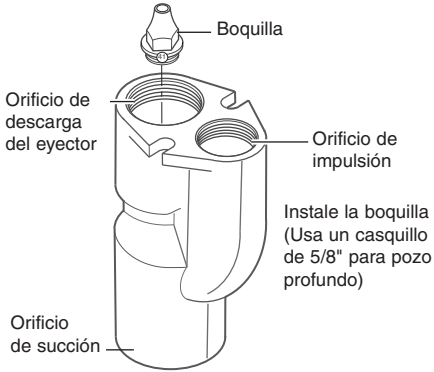

Figura 3
- Si está cambiando las boquillas, use un casquillo de 5/8" para pozos profundos para sacar la boquilla e instalar la nueva en la parte superior (toma doble) del cuerpo del eyector (consulte la Figura 3). La boquilla se atornilla en el tercer juego de roscas visible dentro de la toma de descarga del eyector (la toma más grande) en el cuerpo del eyector. De lo contrario, vaya al Paso 5.